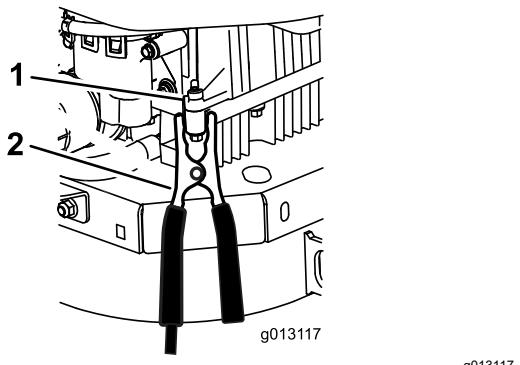

Bild 48
- Stellen Sie die letzte Verbindung am **Motorblock** (nicht am Minuspol) des nicht anspringenden Fahrzeugs, von der Batterie entfernt, her und treten Sie zurück (**Bild 48**).